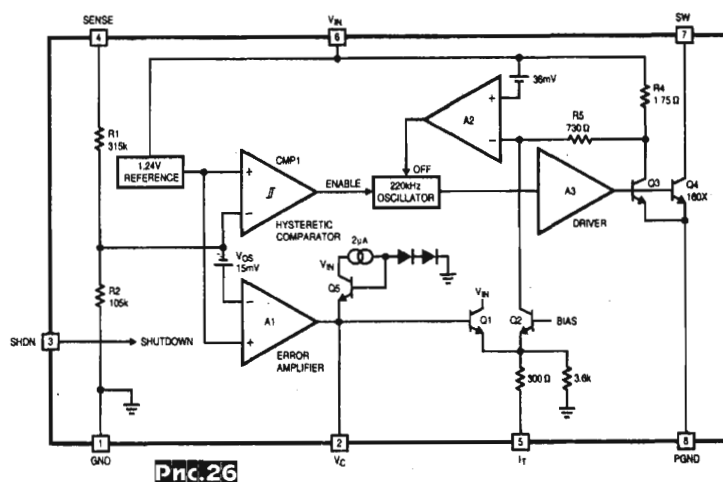

Рис.26
расширяющая режимы работы и на понижение напряжения ценой практически незначительного снижения КПД. Блок-схема микросхемы приведена на рис.26. Когда встроенный ключевой транзистор Q4 открыт, то в полной схеме рис.25 вывод 7 (SW) IC1 оказывается заземлен, ток через L1 нарастает, а C5 разряжается через L2. Направление токов через L1 и L2 противоположны (относительно земли), но примерно равны по амплитуде. Когда микросхема закрывает Q4, то L1 и C5 «отрываются от земли» и оказываются включенными последовательно, а токи через L1 и L2 теперь суммируются и начинают протекать через диод Шоттки D3, заряжая накопительный конденсатор C6 до напряжения, превышающего входное на разъеме K1. Такой процесс продолжается до тех пор, пока постоянное напряжение с делителя R5R6R7, поступающее на вход 4 микросхемы, т.е. на инвертирующий вход внутреннего компаратора с гистерезисом, не сравняется с опорным напряжением 1,245 В на его неинвертирующем входе. Когда это случится, то компаратор затормозит встроенный генератор частоты 220 кГц IC1, и коммутация транзистора Q4 вре-